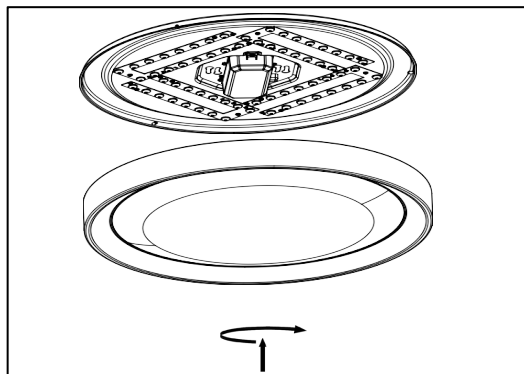

Figure 10
7. Réinstaller le diffuseur dans le boîtier en alignant les encoches du diffuseur (4) avec la broche du boîtier (2), puis fixer le diffuseur en le tournant dans le sens de la fermeture jusqu'à ce qu'il s'arrête et se verrouille (voir la figure 10).